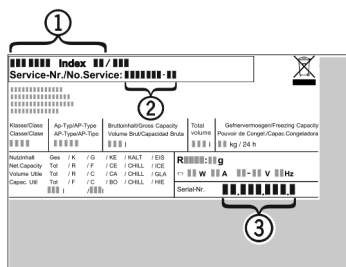

Fig. 10
- ▶ Leggere la denominazione dell'apparecchio Fig. 10 (1), il n° assistenza Fig. 10 (2) e il n° di serie Fig. 10 (3) sulla targhetta identificativa. La targhetta identificativa è situata all'interno dell'apparecchio, sul lato sinistro.
- ▶ Informare il servizio di assistenza e comunicare il difetto, la denominazione dell'apparecchio Fig. 10 (1), il n° assistenza Fig. 10 (2) e il n° di serie Fig. 10 (3) .